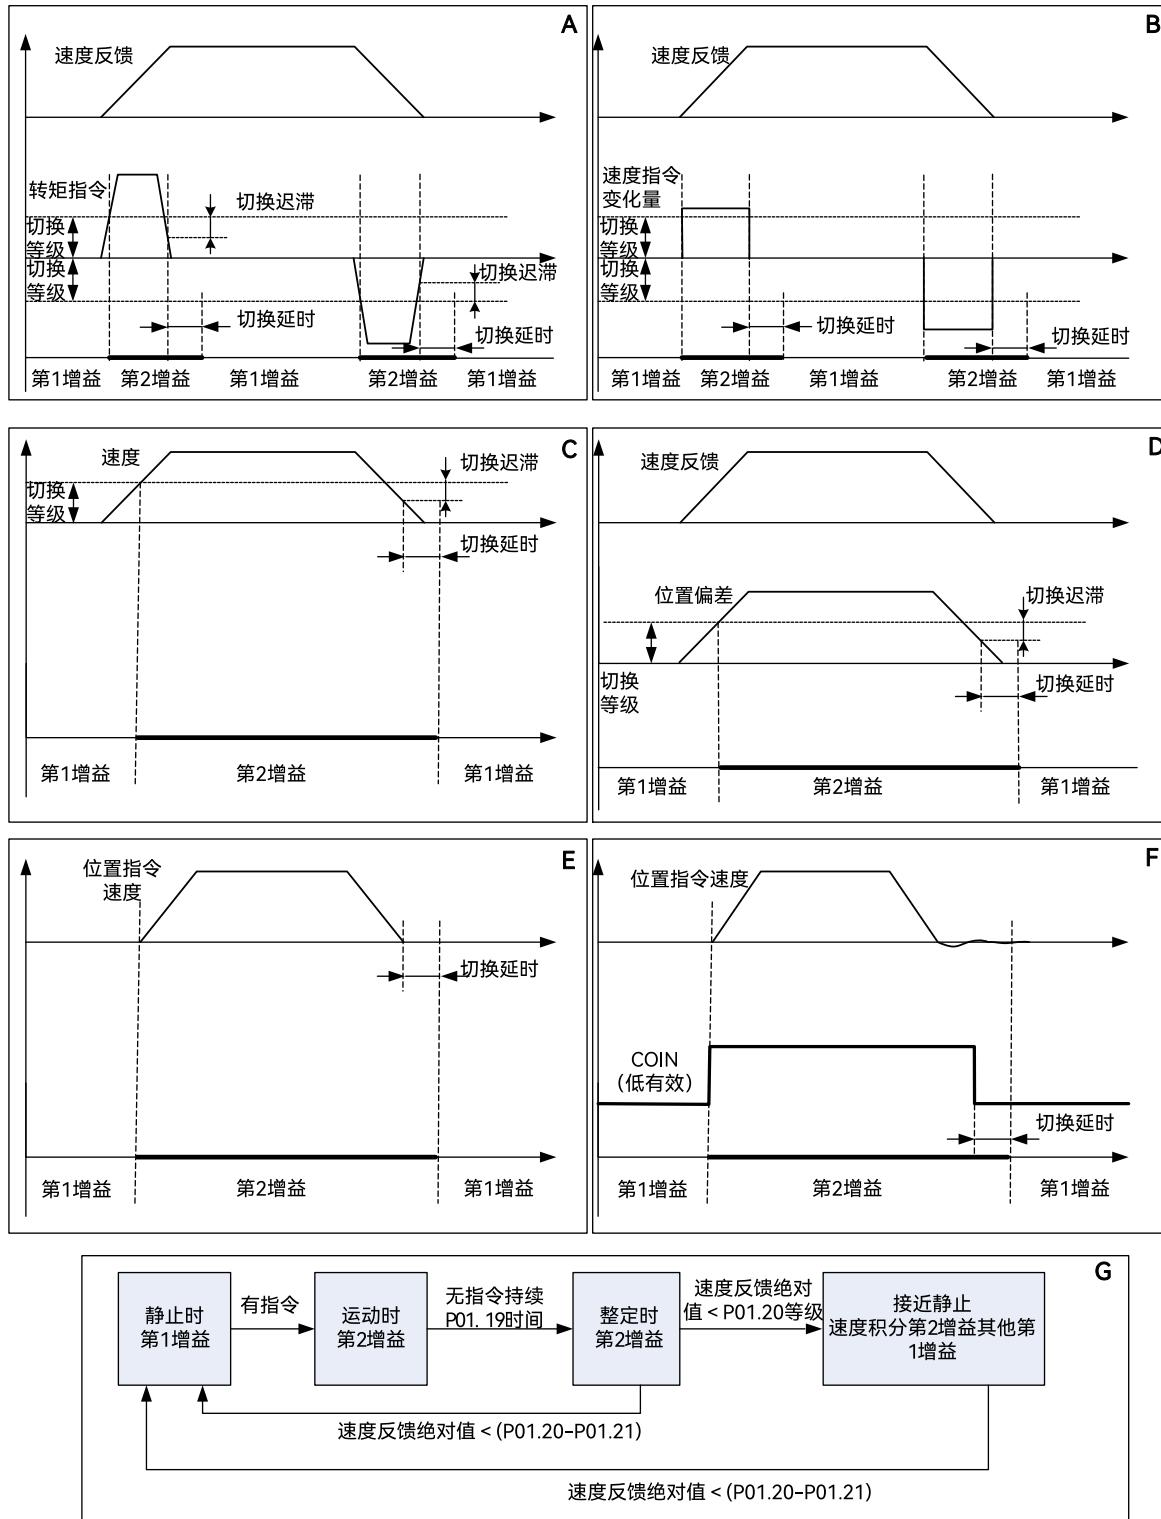

图 6.4.2 各种条件下增益切换时序图
3、当 P01.18 等于 10 时，各参数的定义与其他模式有所不同，请仔细对照图 6.4.2 中的 G 图进行理解。